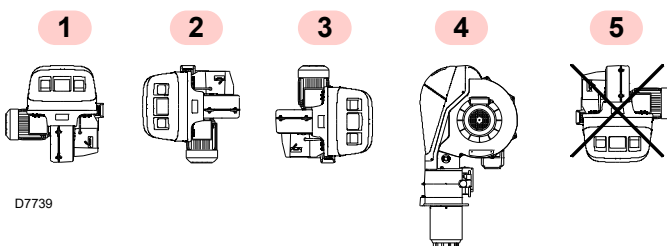

Fig. 10
- Arzătorul a fost pregătit exclusiv pentru funcționare în pozițiile 1, 2, 3 și 4 (Fig. 10).